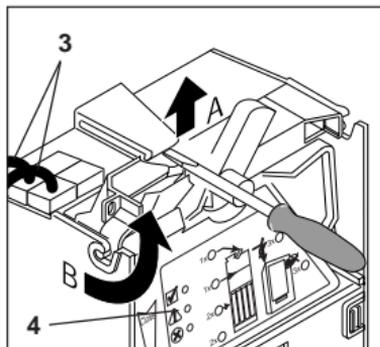
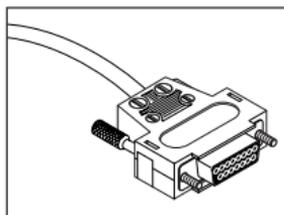

Abb. 4c: Münzprüferentfernen
Abb. 4d: Stecker für Display
- 3 Münzprüfer herausklappen (s. Abb. 4c).
- 6 Geldwechsler über das zugehörige Anschlusskabel 3 an den Automaten anschließen (s. Abb. 4c) und ggf. externe Geräte, wie Display (s. Abb. 4d) oder Banknotenprüfer, an den Geldwechsler anschließen.
- 8 Automaten wieder ans Netz anschließen. Die drei LEDs 4 am Münzprüfer leuchten zum Testen ihrer Funktion einmal kurz auf. Danach leuchtet die grüne LED. Der Geldwechsler ist betriebsbereit (s. Abb. 4c).
- 1 Münzprüfer ausbauen und Anschlusskabel abziehen (s. Abb. 4c).